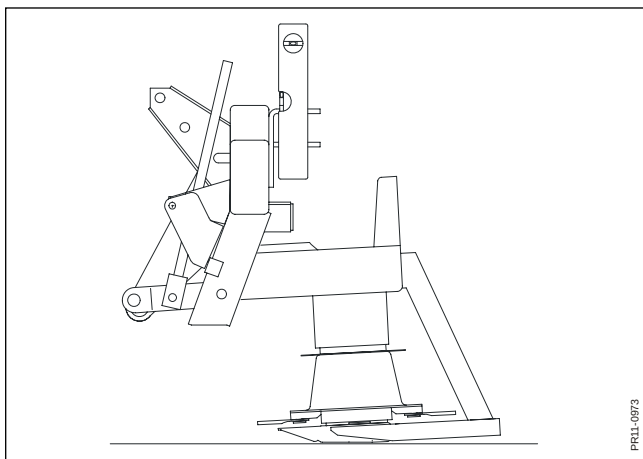

Fig. 3-8
- Fig. 3-8** D'usine, la machine est conçue pour couper aussi court que possible lorsque la tête d'attelage est complètement verticale avec la machine en position travail.
NB: Une hauteur de coupe irrégulière ou une conduite saccadée au champ peuvent être rectifiées en adoptant un réglage comme présenté Fig. 3-8.